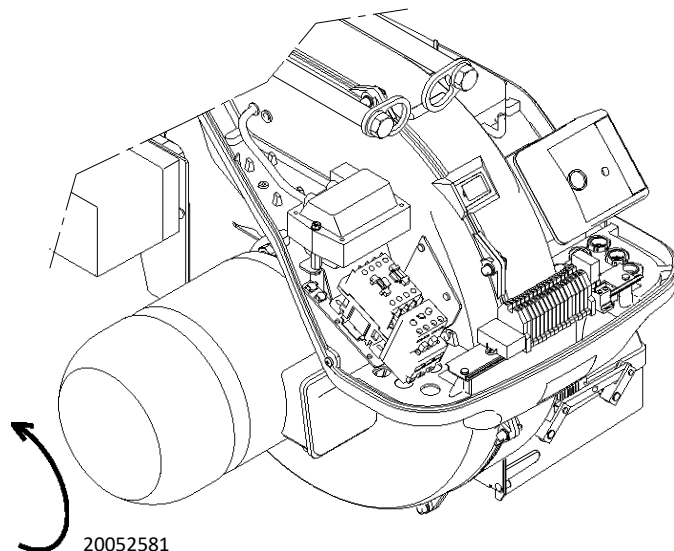

Рис.28
- проверьте направление вращения двигателя вентилятора, как показано на Рис. 28.